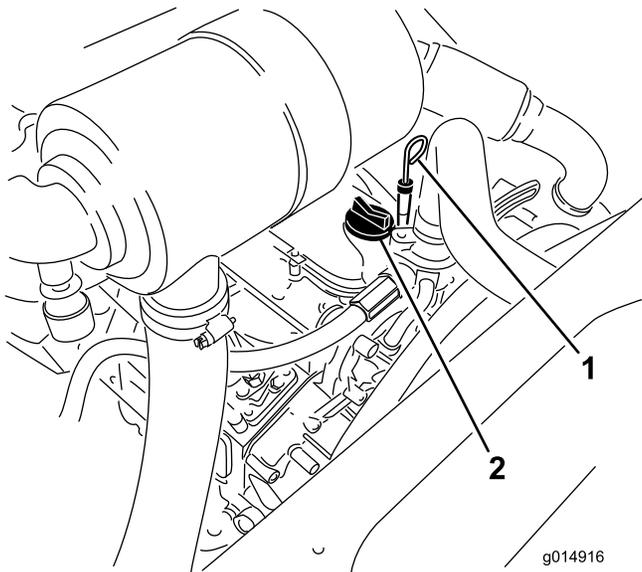

Figure 27
3. Retirez la jauge, essuyez-la sur un chiffon et remettez-la en place (Figure 27).
5. Si le niveau n'atteint pas le repère MAXIMUM, enlevez le bouchon de remplissage (Figure 27) et faites l'appoint jusqu'au repère MAXIMUM sur la jauge. **Ne remplissez pas excessivement.**